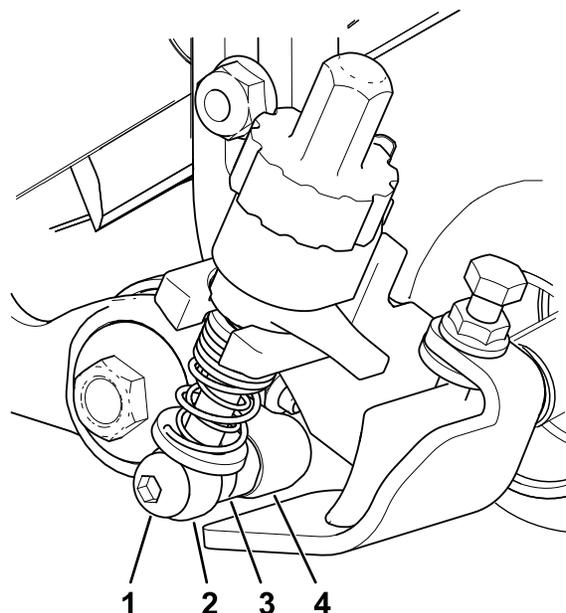

Figura 12
- Mientras el molinete está inmovilizado, apriete la cabeza hexagonal del eje de la caja de transmisión a entre 135 y 150 N·m; consulte la Figura 12.
4. En el lado del conjunto de la polea tensora, alinee la varilla de brazo del regulador del soporte de altura de corte con el collar del regulador en el conjunto de la polea tensora y fíjela con un perno de cuello largo, tal y como se muestra en la Figura 12; apriete el perno de cuello largo a entre 20 y 26 Nm.